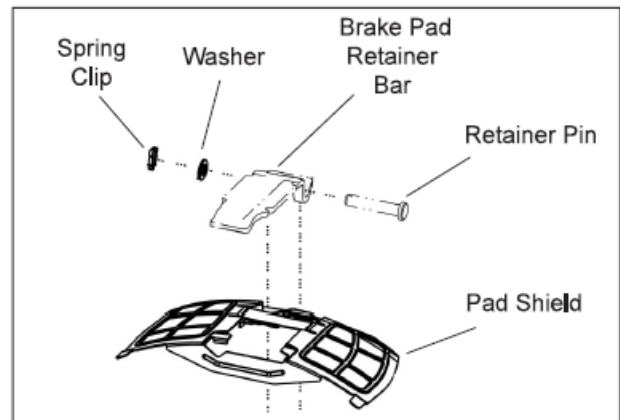

Figure 6 : Bouclier de plaquette
7. Retirez et conservez le bouclier de plaquette (le cas échéant). Reportez-vous à la **figure 6**.